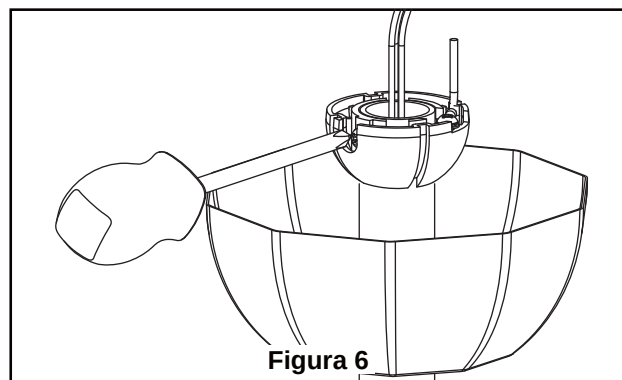

Figura 6
- ☐ 6. Vuelva a colocar la semiesfera en el barral como se indica a continuación. Pase los tres cables de cables de blanco, negro y azul cable de soporte para techo a través de la semiesfera. Pase el pasador a través de los dos orificios en el barral y alinee la semiesfera de modo que el pasador quede atrapado en la ranura de la parte superior de la misma. Empuje la semiesfera hacia arriba, bien ajustada contra el pasador. Ajuste firmemente el tornillo de fijación en la semiesfera. Si el tornillo de fijación está flojo, podría provocar oscilación del ventilador. (Figura 6)